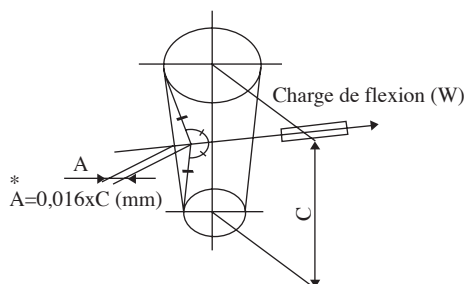

Figure 2 Tension de la courroie
2. Régler la tension de la courroie une flexion lorsque la charge est dans la gamme comme le montre la Figure 2 et le Tableau 2 à la flexion correcte. ( $A=0,016 \times C$  mm)